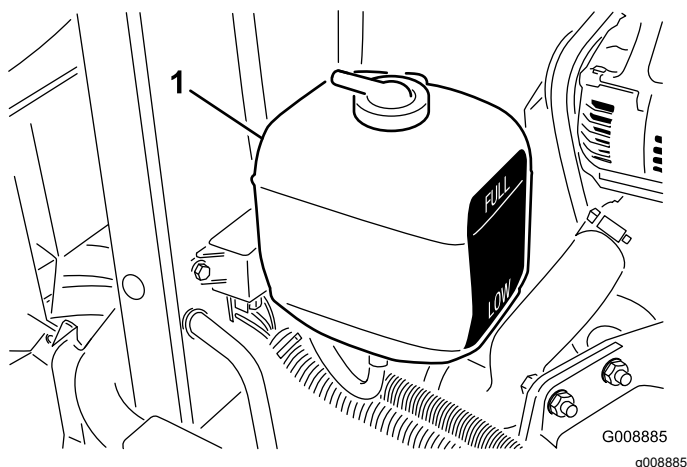

Рисунок 24
1. Проверьте уровень охлаждающей жидкости в расширительном бачке (Рисунок 24). При холодном двигателе уровень охлаждающей жидкости должен находиться приблизительно посередине между отметками на боковой стенке бачка.